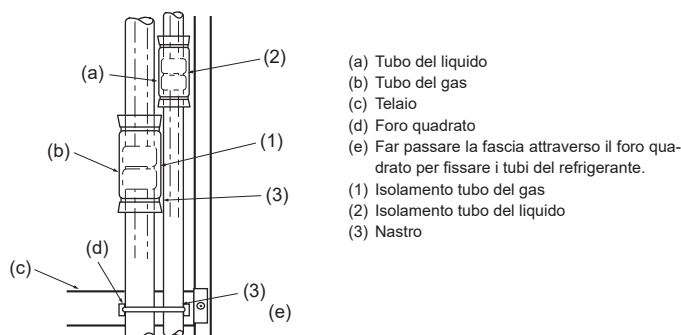

Fig. 4-5
Isolare completamente i giunti a cartella (1) e (2) dei tubi del gas e del refrigerante, per evitare la formazione di condensa. (Fig. 4-5)
- Fissare i materiali isolanti del tubo del gas (1) e del tubo del liquido (2) ad entrambe le estremità, in modo che non scivolino e vengano ad allinearsi uno con l'altro.
- Una volta completato il lavoro di isolamento, utilizzare una fascia (3) per fissare il tubo del refrigerante al telaio (sotto la sezione del giunto del tubo). Questo impedirà al tubo del refrigerante di staccarsi dal telaio. (Qualora il tubo del refrigerante sia staccato dal telaio dell'unità, non sarà possibile installare la griglia.)